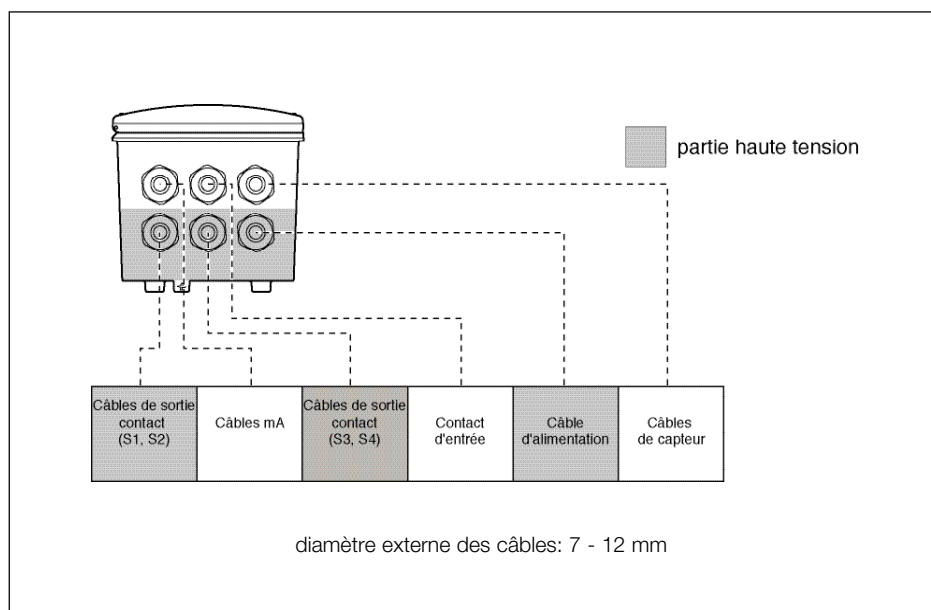

Figure 3-5. Configuration du système
7. utiliser pour cela les trois presse-étoupe placés à l'avant (voir figure 3-5).